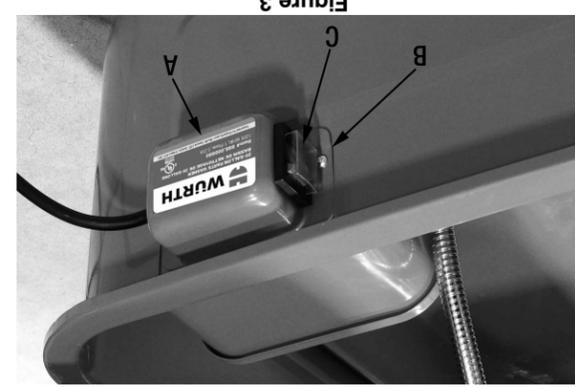

Figure 3
11. Installez et fixez le boîtier de la pompe en plaçant l'interrupteur (A) Fig.3 dans l'ouverture du bassin, positionnez la levre (B) du boîtier de la pompe sur le rebord de l'ouverture du bassin, tel que montré.